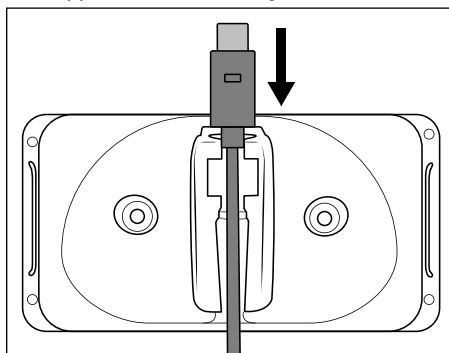
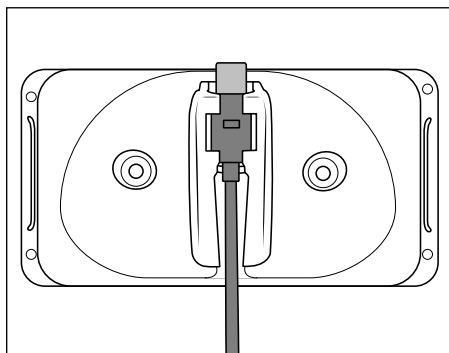

Fig. 1
Fig. 2
- Assurez-vous qu'aucune ligne électrique ou d'autres lignes ou tuyaux ne se trouvent dans le mur dans lequel vous avez l'intention de percer des trous pour fixer le support mural ③. Il y a en effet danger de mort si vous percez une ligne électrique !
- 1) Insérez la fiche USB-C ⑤ du câble de charge USB ④ dans le support mural ③ (voir fig. 1). Poussez la fiche USB-C ⑤ vers le bas jusqu'à ce qu'elle s'enclenche dans le support mural ③ (voir fig. 2).